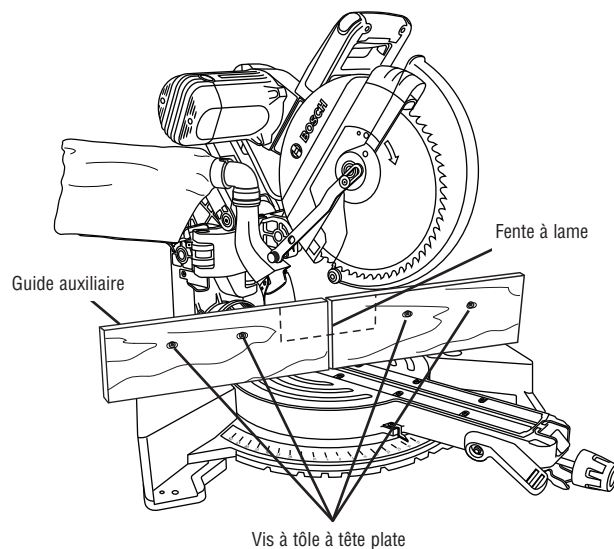

Figure 37. Guide auxiliaire
1. Placez une pièce de bois contre le guide de la scie à onglet (voir Figure 36). (Le bois peut avoir une hauteur maximum de 4 1/2 po.). Assurez-vous que la tête ne gêne pas le guide auxiliaire. Voir le dessin de dimensionnement – Figure 37.
4. Attachement depuis le devant du guide : fixez le(s) guide(s) auxiliaire(s) à l'aide de deux (2) vis à machine à tête fraisée de 3/16 po. Avec un guide auxiliaire de 3/4 po d'épaisseur, utilisez des vis de 1-1/2 po de long. Fixez-les derrière le guide en métal à l'aide de rondelles et d'écrous à machine.
7. Lorsque vous effectuez des coupes coulissantes, il faut faire une entaille au centre selon le modèle (voir Figure 37).